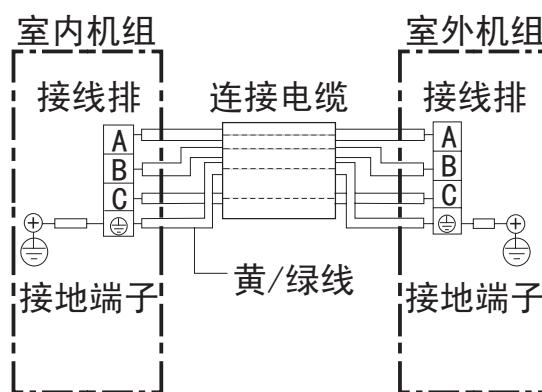

图27
- (1) 用附件⑧连接电缆按接线图示要求正确地连接室内外机组，绝对不可连接错误（如图27）
- (2) 连接电缆必须用室内外机组上的电线压板压紧。
- 接地线必须根据图27所示用连接电缆中黄/绿色导线接至带有“ \ominus ”标记的接线端子上。